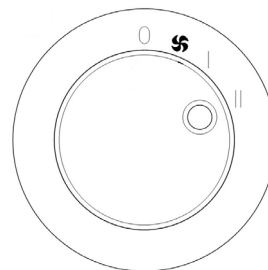

fig. 5
- Pour activer la fonction PUISSANCE MAXIMALE, tourner la molette "B" (fig. 1) de telle sorte que la référence "I" soit alignée sur le symbole "II" présent sur le pupitre de commande (fig. 5).